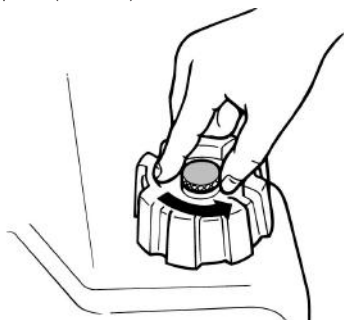

Рис. 32 Воздушный винт
2. Открутите воздушный винт на крышке внешнего топливного бака на 1-2 оборота (Рис. 32).